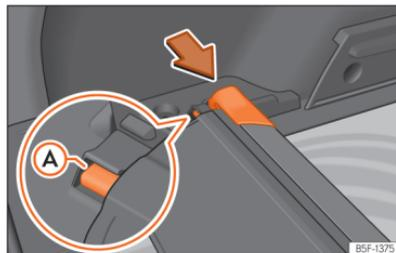

Abb. 182 Im Gepäckraum: Aufnahme zum Verstauen der aufrollbaren Abdeckung.
- Drücken Sie den Kopfteil der aufrollbaren Abdeckung in Pfeilrichtung, bis diese in der vorgesehenen Aufnahme einrastet »» (Abb. 182). Stellen Sie sicher, dass das Gleitstück (A) in der entsprechenden Aufnahme einrastet.